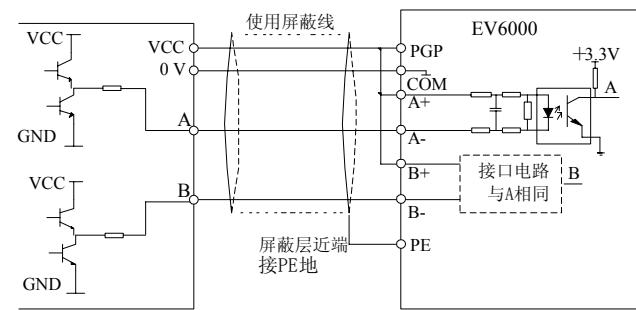

图 4-28 推挽信号 PG 接线示意图
2. PG 输出信号为推挽信号，与接口板端子的连接如图 4-28 所示：